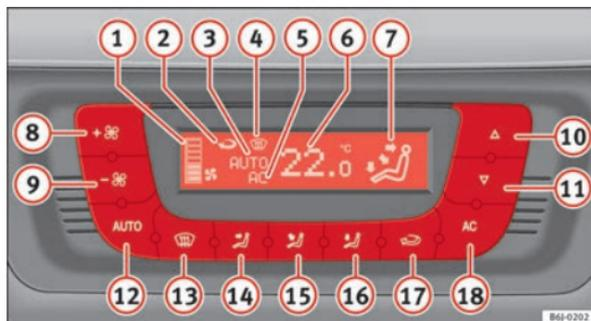

Fig. 103 Comandos do Climatronic no painel de instrumentos
- Pressionar os botões 10 e 11 ⇒ Fig. 103 para ajustar a temperatura.
- Premir o botão **AUTO**. Visualiza-se a indicação ⇒ Fig. 103 **7**.
- Pressionar os botões **10** e **11** ⇒ Fig. 103 para ajustar a temperatura pretendida no habitáculo. Recomenda-se regular uma temperatura de 22°C (72°F).
- Prima um dos botões ⇒ Fig. 103 **14** a **16** ou pressione o regulador do ventilador **8** e **9**. Apaga-se a indicação **3**.
O ventilador pode ser regulado através dos botões **8** e **9** ⇒ Fig. 103. Se o ventilador estiver desligado (no ecrã não está indicado qualquer nível **1**) e continuar a pressionar o botão **9**, o Climatronic desliga-se. Nesse caso, aparecerá **OFF** no ecrã.
– Prima o botão , para ligar e desligar a recirculação de ar. Está ligada se aparecer o símbolo  ⇒ Fig. 103 no ecrã.